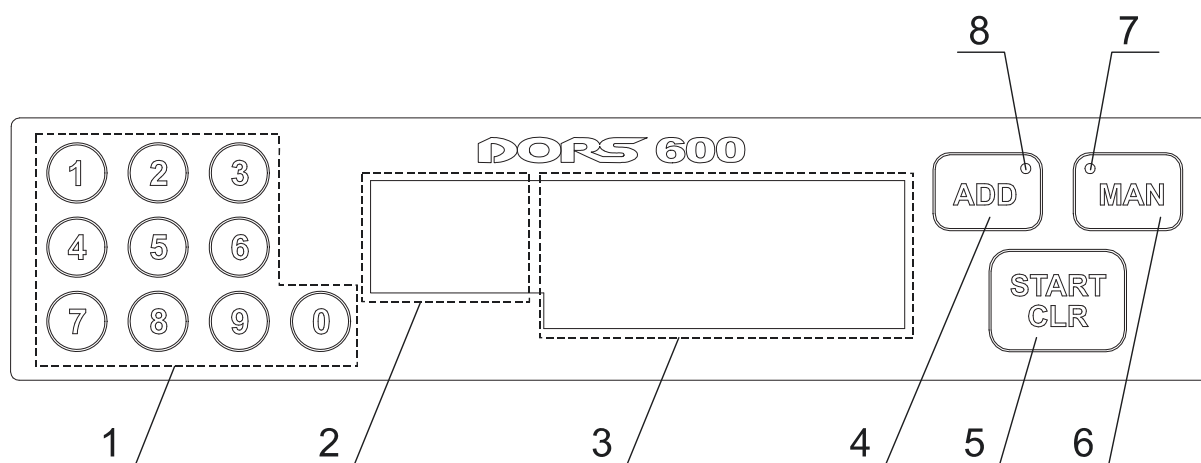

Рис.3
На рис.3 представлен вид панели управления прибором.
1. При включенной функции суммирования индикатор (8) на панели управления (см. рис. 3) светится красным.
2. Для включения режима ручного старта нажмите переключатель **«MAN»**. При включенной функции ручного старта индикатор (7) на панели управления (см. рис. 3) светится красным. Для начала счета нажмите клавишу **«START/CLR»**.